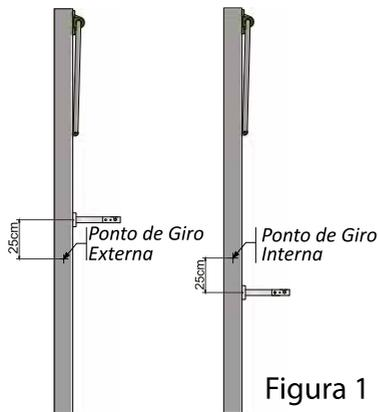

Figura 1
**1º Passo** - Acople a bucha de junção ao fuso e fixe-a com o parafuso M5x30mm (kit de Instalação), conforme figura 1 abaixo;